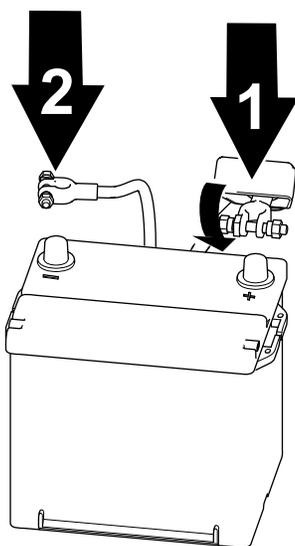

図 63
1. プラス+ケーブルをバッテリーに接続し、クランプナットで接続する 図 63。
2. マイナスケーブルをバッテリーに接続し、クランプナットで接続する 図 63。